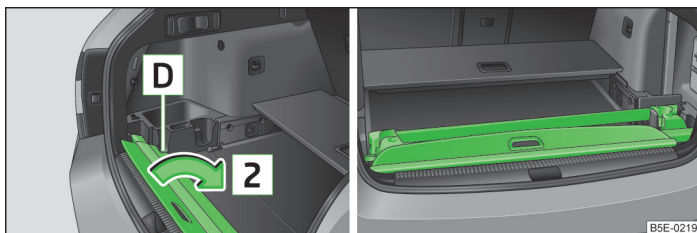

Fig. 88 Rangement du couvre-bagages enroulable / Rangement correct de la galerie de toit et du couvre-bagages enroulable
- Glissez la partie avant du couvre-bagages enroulable à gauche sous une partie du revêtement latéral **D** » fig. 88.
Si la galerie de toit et le couvre-bagages enroulable doivent être rangés **en même temps**, la partie arrière du couvre-bagages enroulable doit recouvrir la partie arrière de la galerie » fig. 88.